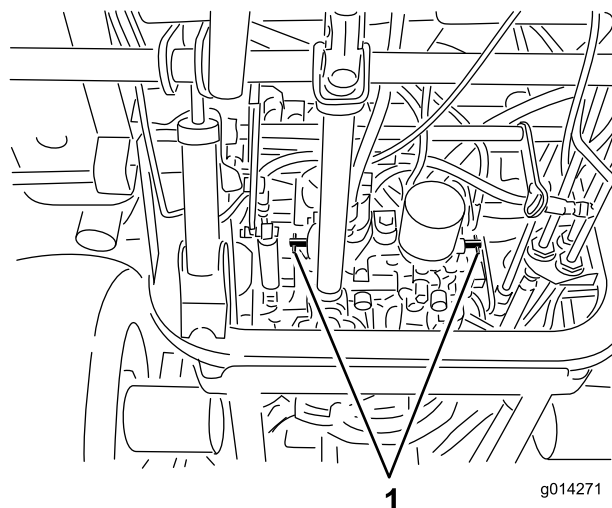

Рисунок 26
4. Поверните каждый перепускной клапан на 1 оборот против часовой стрелки (Рисунок 26).
1. Поверните каждый перепускной клапан на один оборот по часовой стрелке и затяните их вручную (Рисунок 26).
2. Затяните клапаны с моментом приблизительно 8 Н·м, как показано на Рисунок 26.